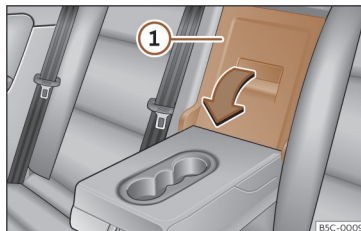

Fig. 132 En el respaldo del asiento trasero: apertura de la trampilla.
- Tire de la palanca de desbloqueo en el sentido de la flecha y abata completamente la tapa de la trampilla»» **fig. 132** ① hacia delante.